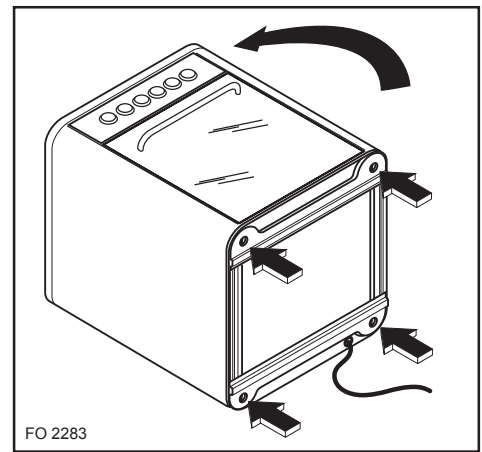

Fig. 17 FO 2283
2. Inclinate lentamente la cucina all'indietro, ed appoggiatela delicatamente sulla schiena (Fig. 17), facendo attenzione a non danneggiare la parte posteriore.
4. Inserite i piedini negli appositi supporti (indicati in Fig. 17).